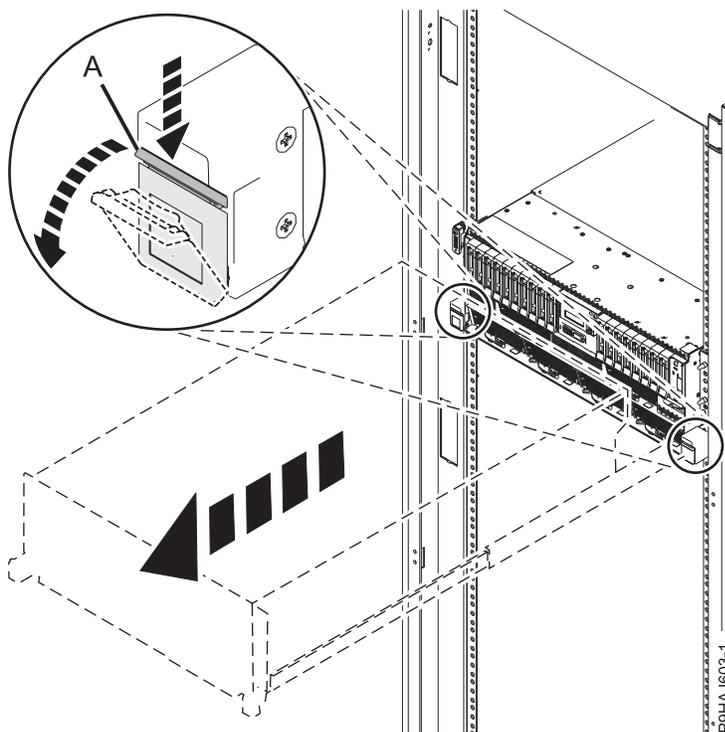

Figure 67. Déblocage des loquets latéraux
2. Pour un système monté en armoire, ouvrez les loquets latéraux (A) et tirez dessus pour faire glisser l'unité centrale complètement en position de maintenance, jusqu'à ce que vous entendiez un clic et que l'unité centrale soit correctement fixée. Assurez-vous que les vis à l'intérieur des loquets ne sont pas fixées à l'armoire. Voir la figure 67.